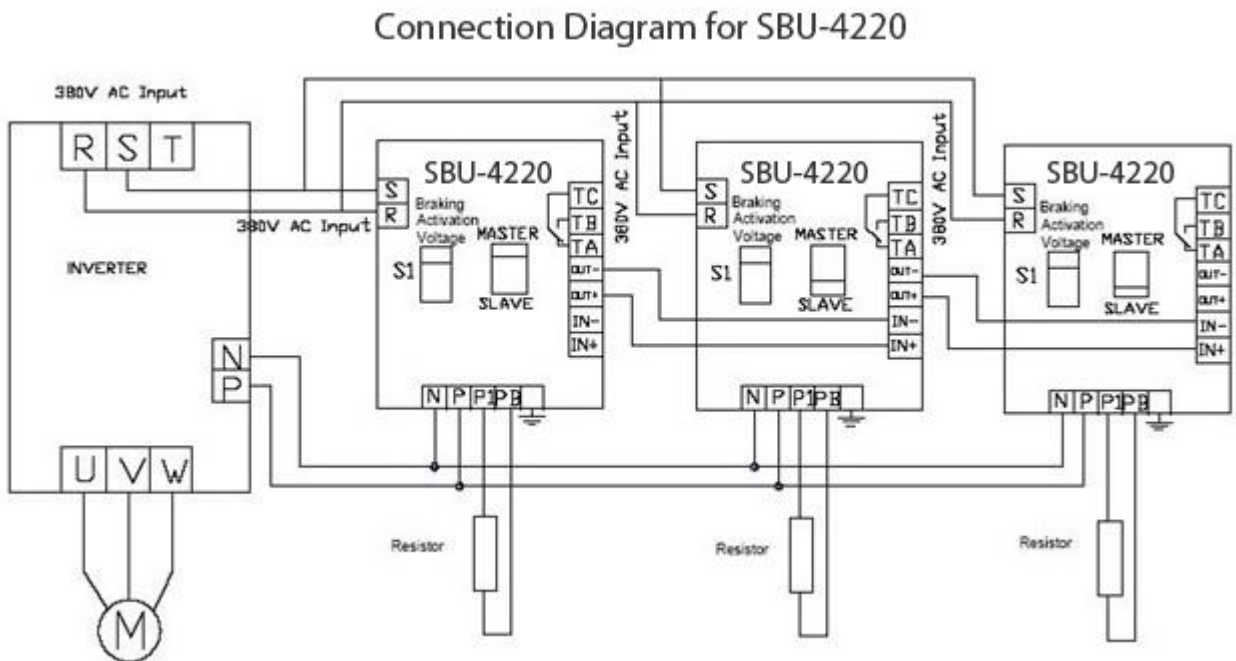

Abbildung 5 – Verbindungsschemata
3. Die SBU verfügt über eine interne Fehlererkennung, die über die mit Tb und Tc gekennzeichneten Relais-Alarmausgangsklemmen extern überwacht werden kann. Sollte die SBU einen internen Fehler erkennen, wird das Relais aktiviert und der Zustand des Tb/Tc-Ausgangs ändert sich. Diese Klemmen sollten entsprechend mit einem Sicherheitsstromkreis verkabelt werden. In der werkseitigen Standardkonfiguration wird der Tb/Tc-Ausgang GESCHLOSSEN, wenn die SBU eine hohe interne Temperatur feststellt, und andernfalls GEÖFFNET. Ein SBU-Fehler führt zu einem externen Auslösefehler im Umrichter. HINWEIS: Mit dem Jumper J8 kann die logische Richtung des Tb/Tc-Ausgangs von NO auf NC geändert werden (Abbildung 5), falls Ihr System dies erfordert. Es wird jedoch empfohlen, die werkseitige Standardeinstellung wie beschrieben zu verwenden. Weitere Einzelheiten über die Verkabelung und Einrichtung eines externen Auslöseeingangs finden Sie in der Betriebsanleitung des Frequenzumrichters.